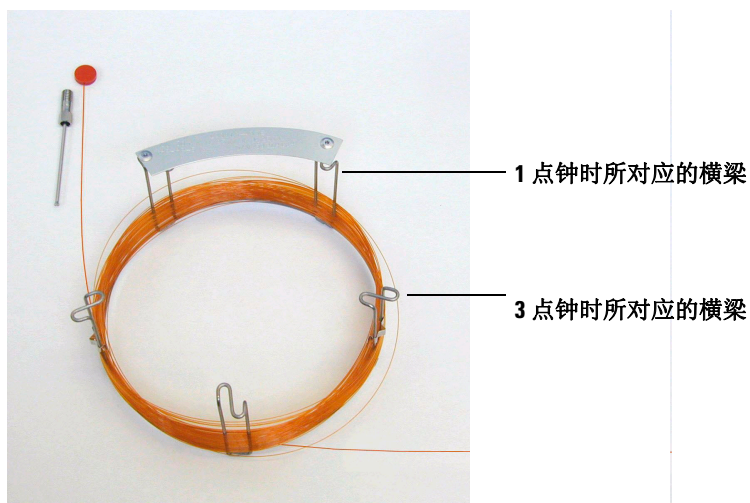

图 3 松开两圈的色谱柱
- 2 将色谱柱出口那边的隔垫冒取下，并将色谱柱松开两圈。请参阅图 3。